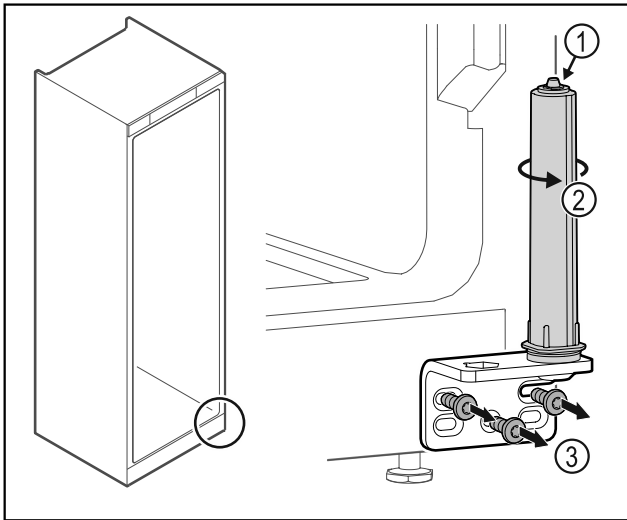

Fig. 46
- Älä pura oven sulkukyksikköä Fig. 46 (1).
- ▶ Kierrä sulkuyksikköä Fig. 46 (2), kunnes se naksahtaa.
- ▶ Irrota saranakulma Fig. 46 (3).